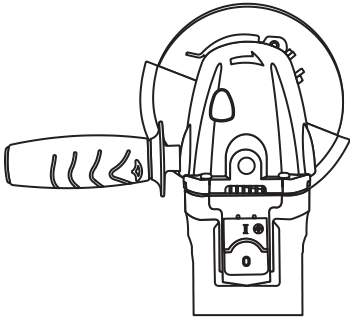

Fig. 4
- Presione el botón de bloqueo del eje (1) y gire la tuerca de fijación (2) hasta que el huso.
- Quite la abrazadera de disco (4). Simplemente se salga el eje (5).
- Jale el protector de la palanca de la abrazadera (6) hacia afuera para permitir que la abrazadera del protector ampliar para la instalación.
- Deslice el sujetador de guardia (7) sobre la caja del husillo (8) hasta que el protector de la hoja localizar guiones (9) ajuste en la ranura (10) en la caja del husillo
- Gire el protector para que quede correctamente dependiendo del asa auxiliar en la Fig. 4, 5 y 6.
- Cerrar completamente la palanca de la abrazadera del protector (6) para que el protector quede firmemente en posición.